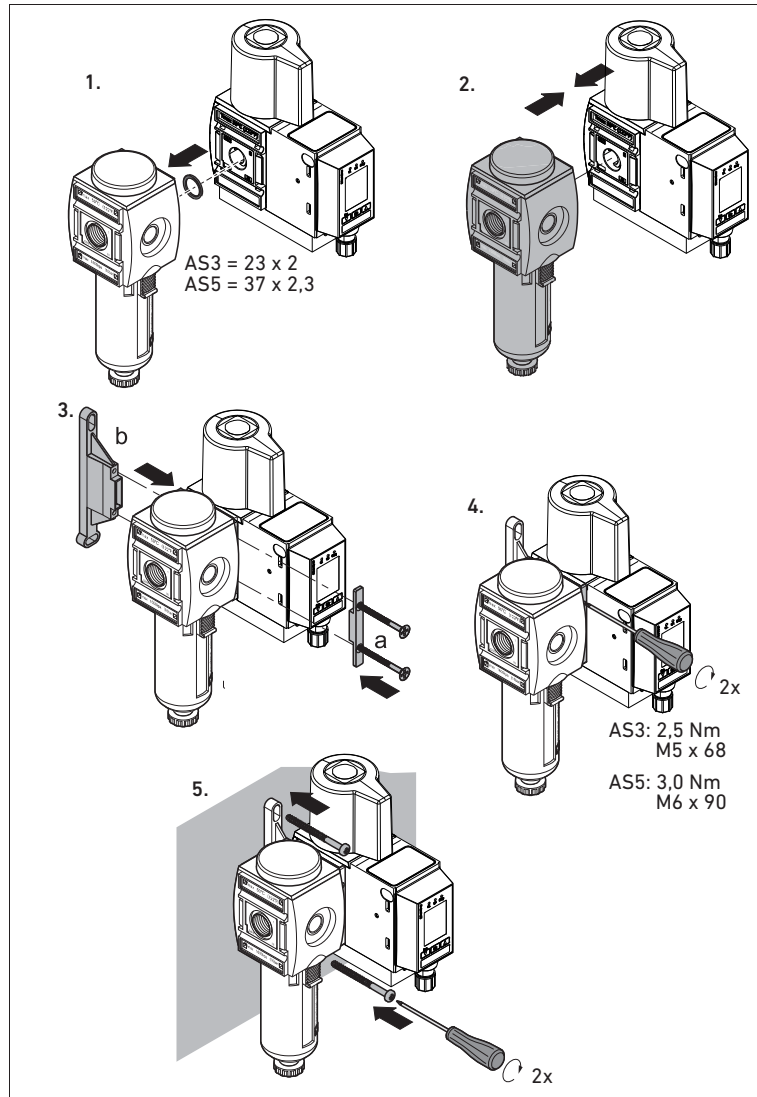

Abb. 4: EV1X mit zusätzlicher Wandbefestigung befestigen
**i** Wenn Sie vier oder mehr Komponenten verblocken, müssen Sie nach jedem zweiten Ventil an Stelle des Verbindungselements eine zusätzliche Wandbefestigung W03 - R412007370 verwenden (siehe Abb. 4).
Um das Ventil mit den Komponenten der Wartungseinheit zu verbinden, gehen Sie vor, wie in Abb. 4 dargestellt: